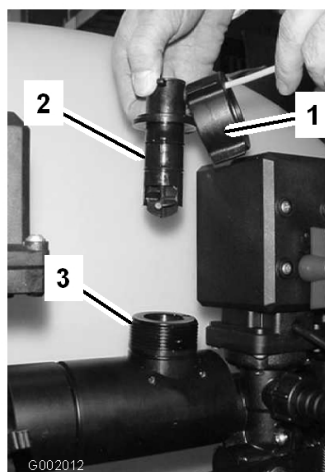

Bild 73
2. Nehmen Sie den Befestigungsdeckel vom Gehäuse des Durchflussmessers ab (Bild 73).